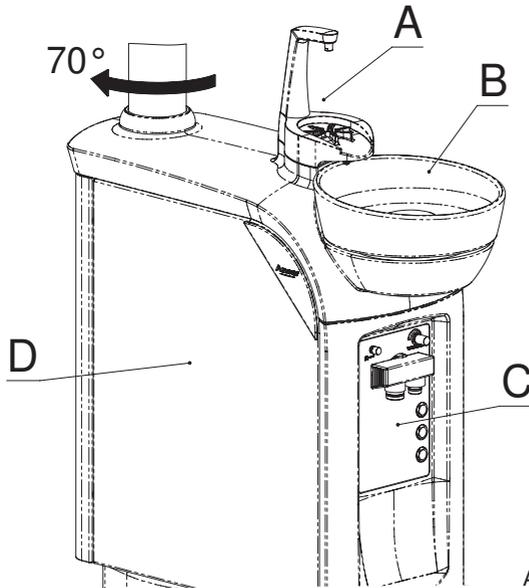

Abb. 6
Das Wasser hat eine Dreheinheit von ca. 70 ° in Richtung der Armauflage erleichtert die Ergonomie des täglichen Gebrauchs. Zur Gewährleistung maximaler Hygiene sind die oberen Halterungen für Becher (A) und Mundspülbecken (B) aus Porzellan gefertigt. (Abb. 6).